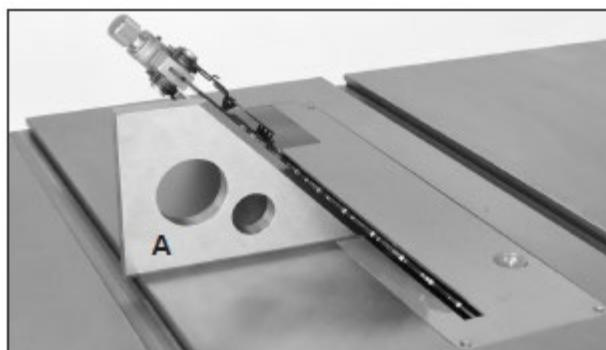

Рис. 20
7. Ослабить фиксатор маховичка угла установки пильного диска и наклонить пильный диск на  $45^\circ$ . С помощью угольника или комбинированного угольника (рис. 20, А) проверить установку под  $45^\circ$ .